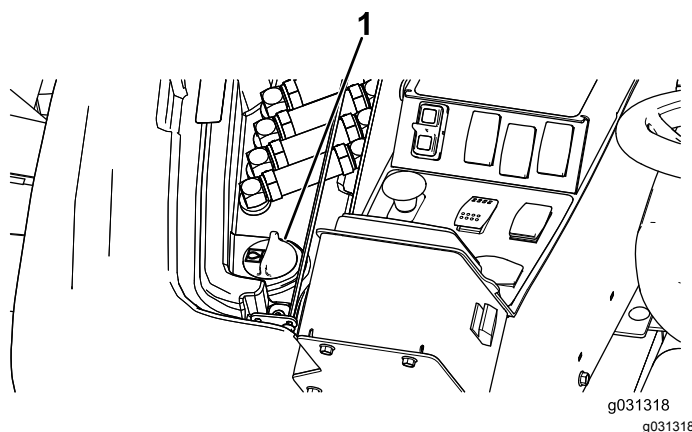

Figura 127
2. No lado direito da máquina, levante a cobertura de acesso para expor a tampa do depósito hidráulico (Figura 127).
3. Limpe a zona em redor do tubo de enchimento e da tampa do depósito hidráulico (Figura 127).